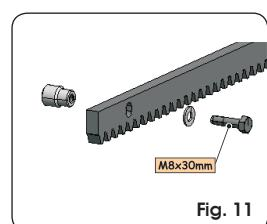
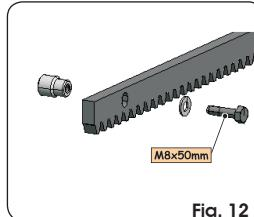
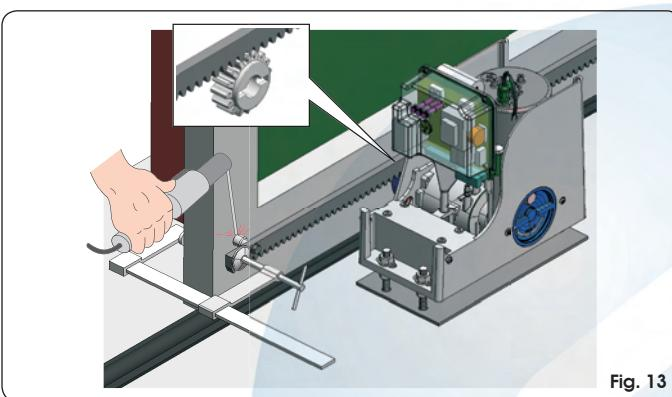
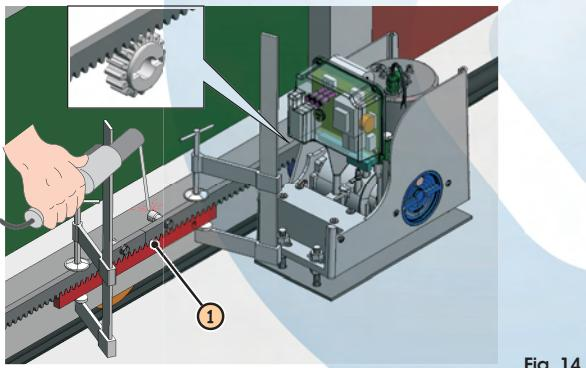

Fig. 11
Fig. 12
Fig. 13
Fig. 14
5.4.1. STALEN TANDHEUGEL - LASSEN (Fig. 11)
- ① Monteer de drie palletjes met Schroefdraad op het element van de tandheugel door ze boven in de uitsparing te plaatsen. Hierdoor zal het door de speling in de uitsparing in de loop der tijd mogelijk blijven eventuele bijstellingen uit te voeren.
- ② Zet de vleugel met de hand helemaal open.
- ③ Leg het eerste stuk van de tandheugel vlak op het tandwiel, en las het palletje met schroefdraad op de poort zoals aangegeven in Fig. 13.
- ④ Beweeg de poort met de hand, controleer of de tandheugel tegen het tandwiel zit, en las het tweede en derde palletje vast.
- ⑤ Zet een ander element van de tandheugel naast het vorige, en gebruik daarbij een stuk van de tandheugel om de vertanding van de twee elementen op elkaar af te stemmen, zoals in Fig. 14 ref. ①.
- ⑥ Beweeg de poort met de hand en las de drie palletten met schroefdraad, en ga zo verder tot u de hele poort langs bent geweest.
5.4.2. STALEN TANDHEUGEL – VASTSCHROEVEN (Fig. 12)
- ① Zet de vleugel met de hand helemaal open.
- ② Leg het eerste stuk van de tandheugel vlak op het tandwiel en plaats het afstandsstuk tussen tandheugel en de rand van de poort. Controleer met een waterpas of de tandheugel horizontaal is, en markeer met een pen waar moet worden geboord.
- ③ Boor een gat Ø 6,5 mm en maak mannelijk Schroefdraad voor M8. Draai de bout vast.
- ④ Beweeg de poort met de hand, controleer of de tandheugel tegen het tandwiel zit, en herhaal de handelingen vanaf punt ③.
- ⑤ Zet een ander element van de tandheugel naast het vorige, en gebruik daarbij een stuk van de tandheugel om de vertanding van de twee elementen op elkaar af te stemmen (Fig. 14 ref. ①).
- ⑥ Beweeg de poort met de hand, en ga verder met het bevestigen zoals bij het eerste element; ga door tot u de hele poort langs bent geweest.